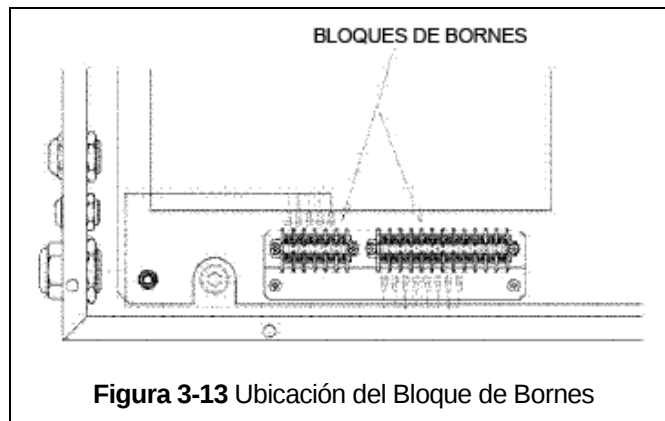
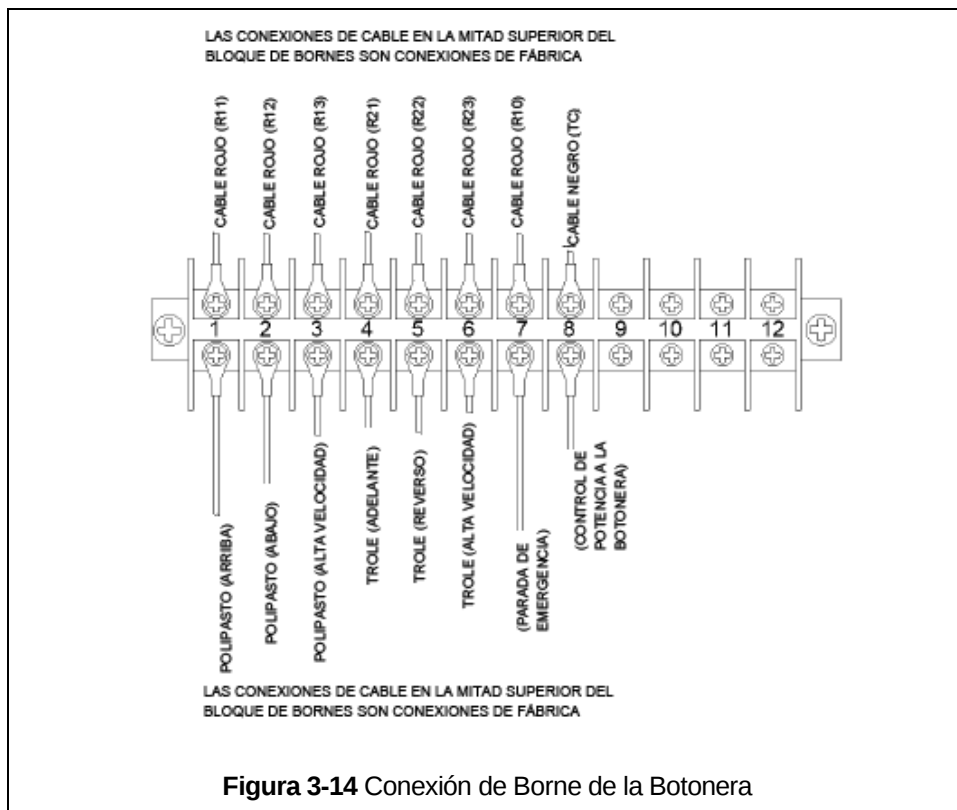

Figura 3-13 Ubicación del Bloque de Bornes
Figura 3-14 Conexión de Borne de la Botonera
- 1) Consulte la **Figura 3-13**, la **Figura 3-14** y el diagrama de cableado del polipasto para ver las conexiones de la botonera.
- 5) Acceso a la regleta de bornes: El bloque/regleta de bornes está montada a la izquierda del IF en la caja de control, como se muestra en la **Figura 3-13**.
- 6) Conecte los cables de la botonera individuales a los bornes correctos como se muestra en la **Figura 3-14**. Asegúrese de que los bornes estén bien apretados y que cada cable esté completamente aislado.